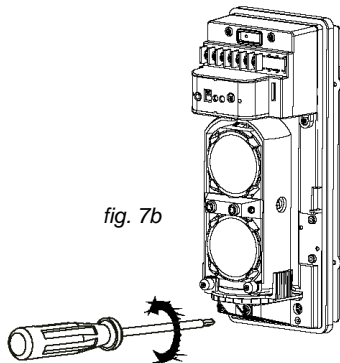
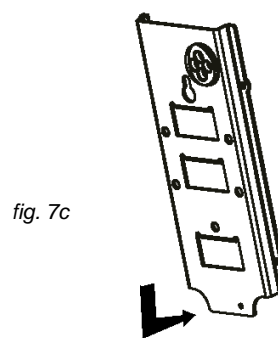

fig. 7b
fig. 7c
- Allentare la vite di bloccaggio della piastra (fig. 7b) e rimuoverla facendola scivolare in basso contro la base (fig. 7c).